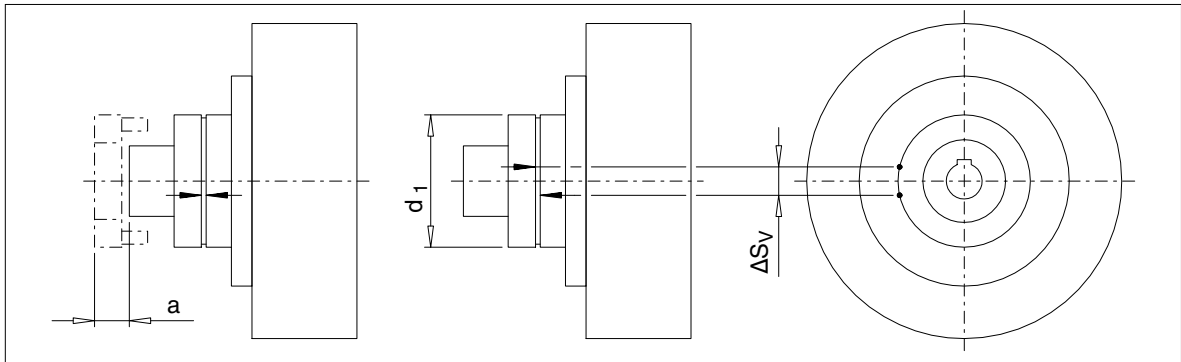

Fig. 11: Périodicité d'entretien de l'accouplement rapporté N-EUPEX
Dans la mesure où un jeu d'accouplement accru ne préjudicie pas au fonctionnement de l'accouplement, les paquets élastiques (12) peuvent rester en œuvre jusqu'à ce qu'une limite d'usure définie soit atteinte, après quoi il faudra les changer. Pour juger l'usure, le tableau 10 indique le jeu de torsion permis, converti en cote de corde ΔS_V sur le diamètre extérieur de l'accouplement. Pour déterminer la cote ΔS_V , faire tourner une pièce d'accouplement sans couple, jusqu'à la butée, puis apposer un repère des deux côtés (voir la fig. 11). Le fait de faire tourner la pièce d'accouplement dans le sens de rotation opposé, jusqu'à la butée, font s'éloigner réciproquement les repères. L'écart entre ces repères donne la cote de corde ΔS_V . Si la cote ΔS_V dépasse la valeur indiquée dans le tableau 10, il faudra effectuer un remplacement des paquets (12).
Avec le modèle FAD, il est possible de remplacer les paquets (12) sans devoir déplacer les machines embrayées, à condition d'avoir respecté la cote de remplacement "a" (voir le tableau 10 et la figure 11). Après avoir défait la jonction vissée entre les pièces 2 et 3, déplacer axialement la pièce 3 et la tourner vers la pièce 2. Maintenant, les paquets (12) sont librement accessibles.